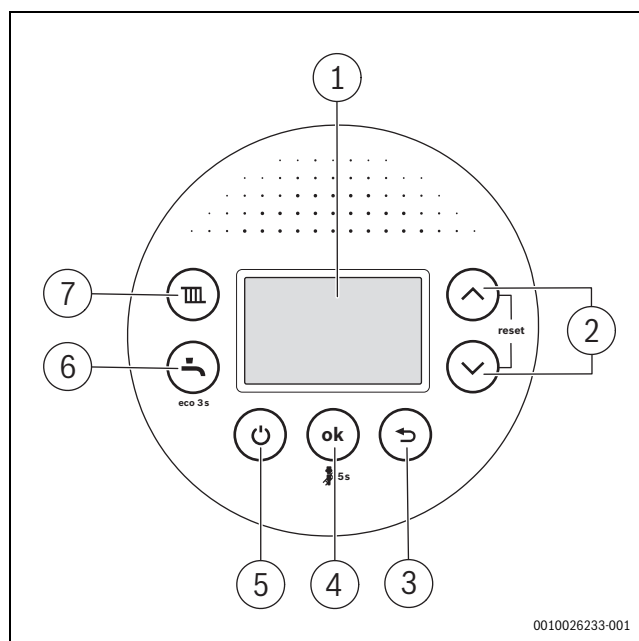

Bild 111 Bedienfeldübersicht
Nach der Inbetriebnahme schaltet die Taste  (→ Bild 111, [5]) gleichzeitig Heizung und Warmwasserbereitung durch das Brennwertgerät ein oder aus, ohne die Spannungsversorgung zu unterbrechen.
- Im normalen Betrieb das Gerät mit der Taste  (→ Bild 111, [5]) ausschalten.